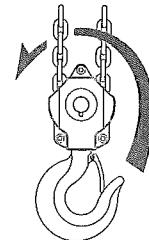

図7
- ロードチェーンの掛け数が2本以上の場合には、下フックがロードチェーンの間をくぐって反転し、ロードチェーンがねじれてないか確認してください。（図7）